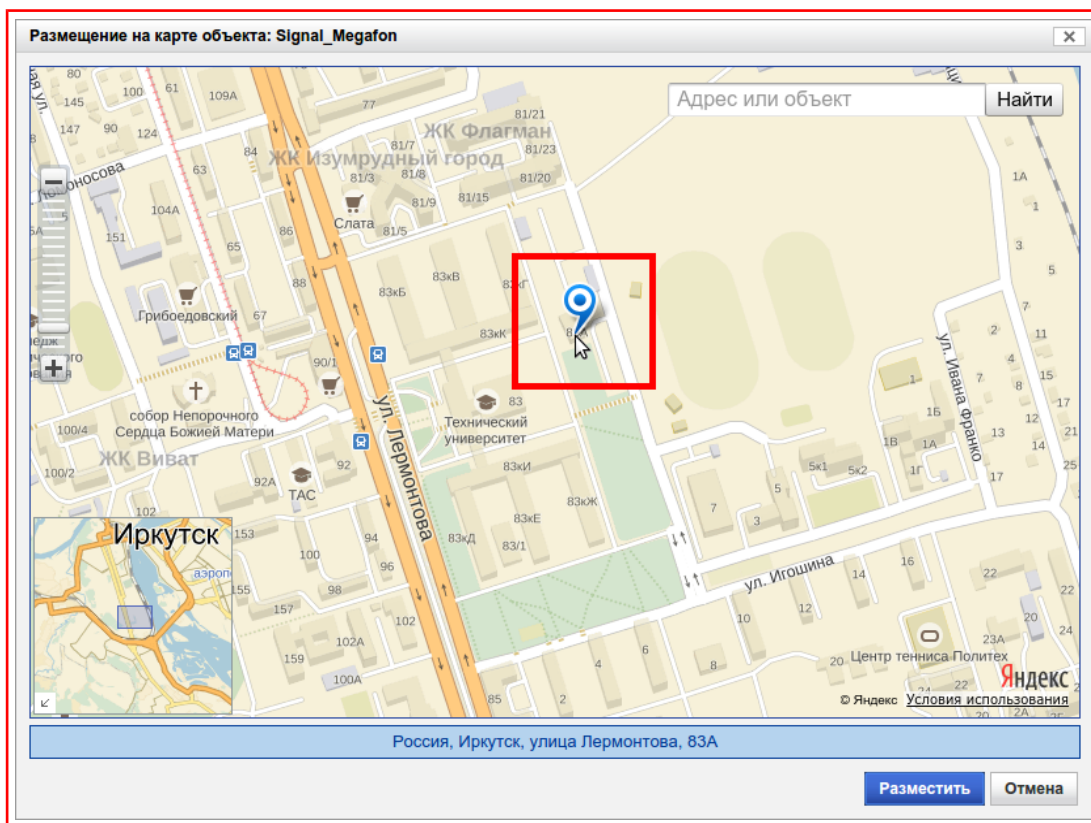

Рисунок 9.49 — Диалоговое окно «Размещение объекта на карте»
- 3) В появившемся диалоговом окне установить метку объекта, для этого нужно привести указатель на нужное место на карте и нажать на **«левую кнопку мыши»**, рисунок 9.49;